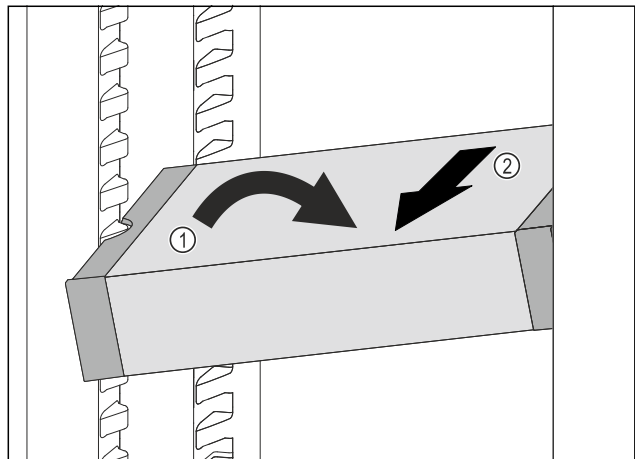

Fig. 112
- VarioSafe im Kühlteil schräg stellen. Fig. 112 (1)
- VarioSafe nach vorne entnehmen. Fig. 112 (2)